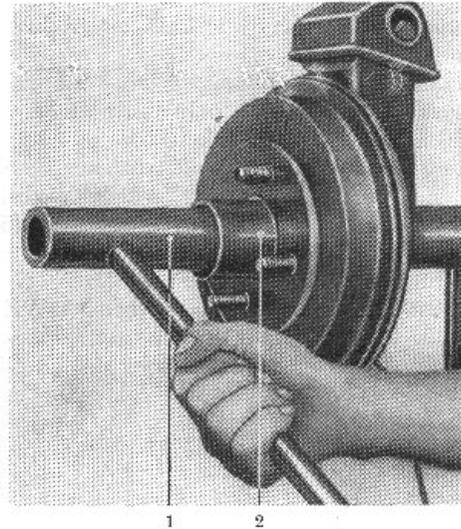

Bild H 11. Kronenmutter abschrauben
2. Splint an der Kronenmutter entfernen und Kronenmutter SW 30 vom Achszapfen abschrauben (Bild H 11).